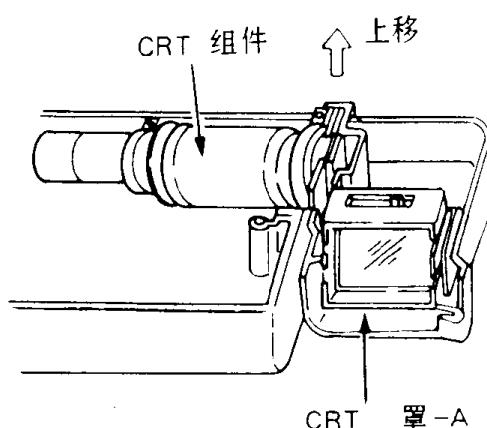

图 2-22
(3) 提起 CRT 组件, 如图 2-22 所示, 然后将它从 CRT 罩 A 上取下。